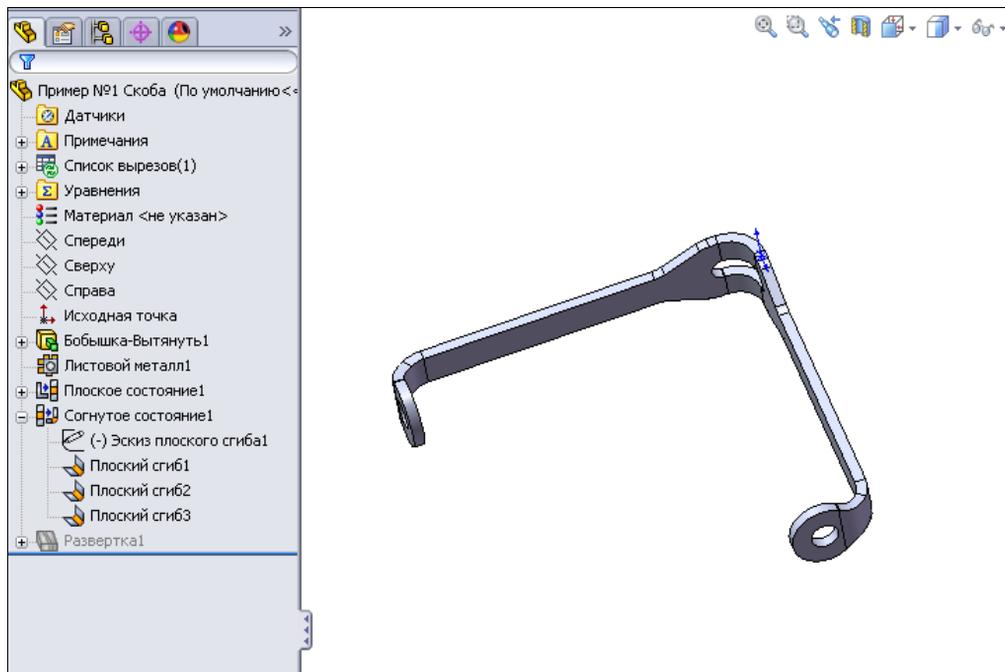

Рис. 4.26
- Выйдем из эскиза. В результате на детали появятся сгибы, а в Дереве Конструирования — ветви **Плоский сгиб1**, **Плоский сгиб2** и **Плоский сгиб3** (рис. 4.26). По умолчанию сгибы выполняются под углом 90° и радиусом 5 мм.